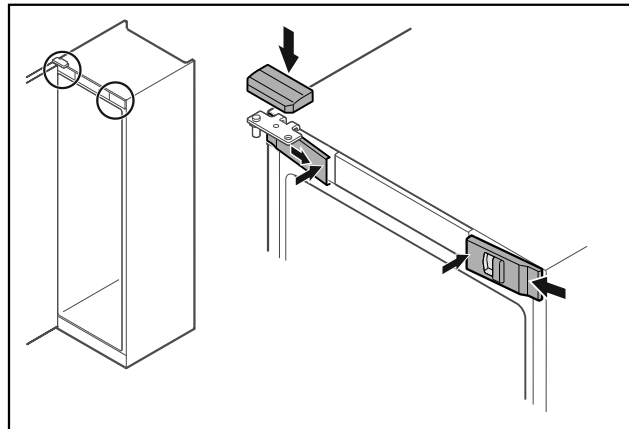

Fig. 51
- ▶ Z boku założyć przednie osłonki Fig. 51 (1) i zaczepić.
- ▶ Górną osłonkę Fig. 51 (2) zaczepić od góry.